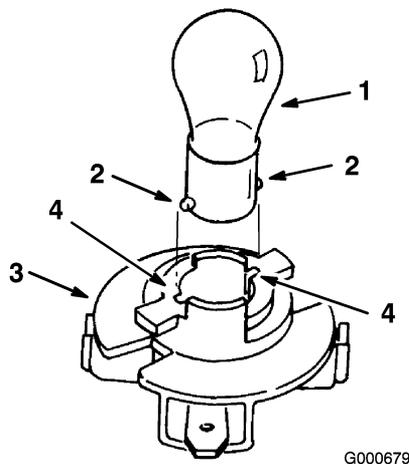

Figure 42
1. L'embase de l'ampoule est munie d'ergots métalliques de part et d'autre. Alignez les ergots face aux fentes de l'embase et insérez le culot dans l'embase (Figure 42). Poussez sur l'ampoule et tournez-la à fond vers la droite.